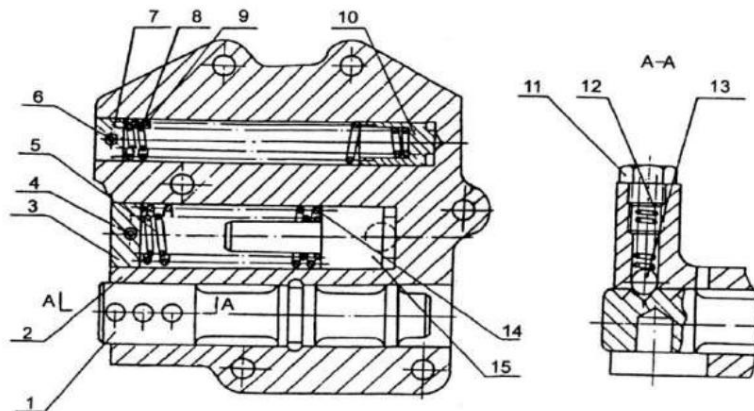

Figura 4-9 Válvula de control
1. Carcasa 2. Eje del brazo de cambio de marchas 3. Conjunto de válvula de control 4. Válvula de alivio El conjunto de válvula de control está compuesto por la válvula de presión principal 10, la válvula amortiguadora 15, la válvula de control de cambio 1 y otras piezas, véase la figura 4-9.